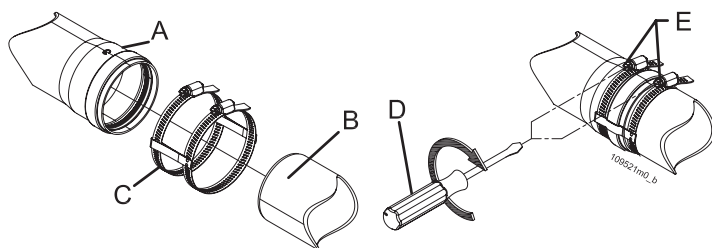

Figura 5-13 - Fissaggio dei condotti di scarico ed aspirazione
**ATTENZIONE!!! Assicurare meccanicamente gli incastri fra i vari elementi componenti il condotto di scarico e di aspirazione mediante l'utilizzo di sistemi di fissaggio o sistemi equivalenti (Figura 5-13).**